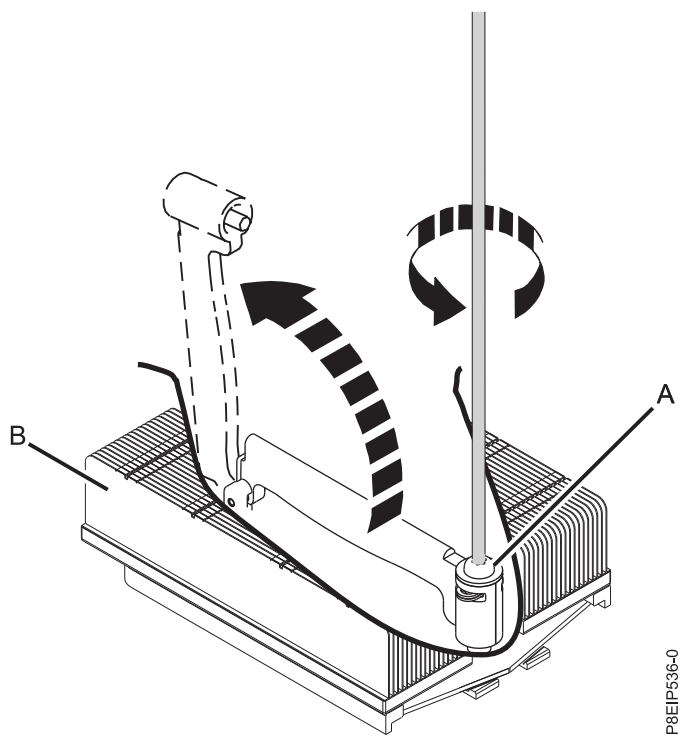

図 64. ヒート・シンク・ロード・アームのねじを締める
4. #3 Phillips ドライバーを使用して、取り外すシステム・プロセッサー・ヒート・シンク **(B)** のロード・アームねじ **(A)** を緩めます。ロード・アームが、 62 ページの図 64に示す方向に旋回して上がります。